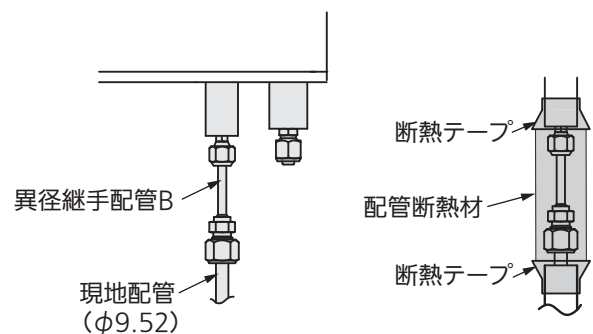

図 5
5. 異径継手配管 B のフレアナットをはずして現地配管と接続してください。(図 5)